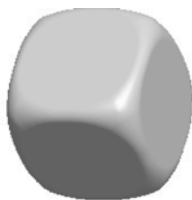

图 4-102 上机操作效果 1
(8) 上机操作：要求使用拉伸工具创建一个正方体，然后在各棱边处创建倒圆角特征，修改过渡模式，使模型如图 4-102 所示，具体尺寸由练习者确定。